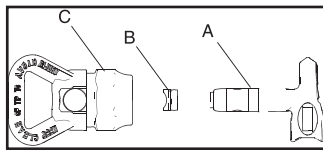

Fig. 17
2. Utilizzare la punta dello spray (A) per inserire l'elemento di tenuta (B) nella protezione (C). (Fig. 17)